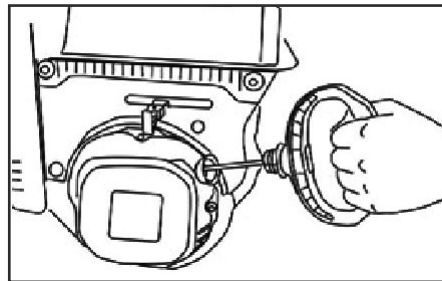

Рис.27 Запуск ручным стартером
1. Откройте топливный кран, переместив рычаг топливного крана в рабочее положение (ON).
3. Переведите рычаг газа (Рис. 27) на 1/3 хода в сторону положения максимальных оборотов двигателя (обозначение зайца на наклейке - максимальные обороты, черепахи - холостые обороты).